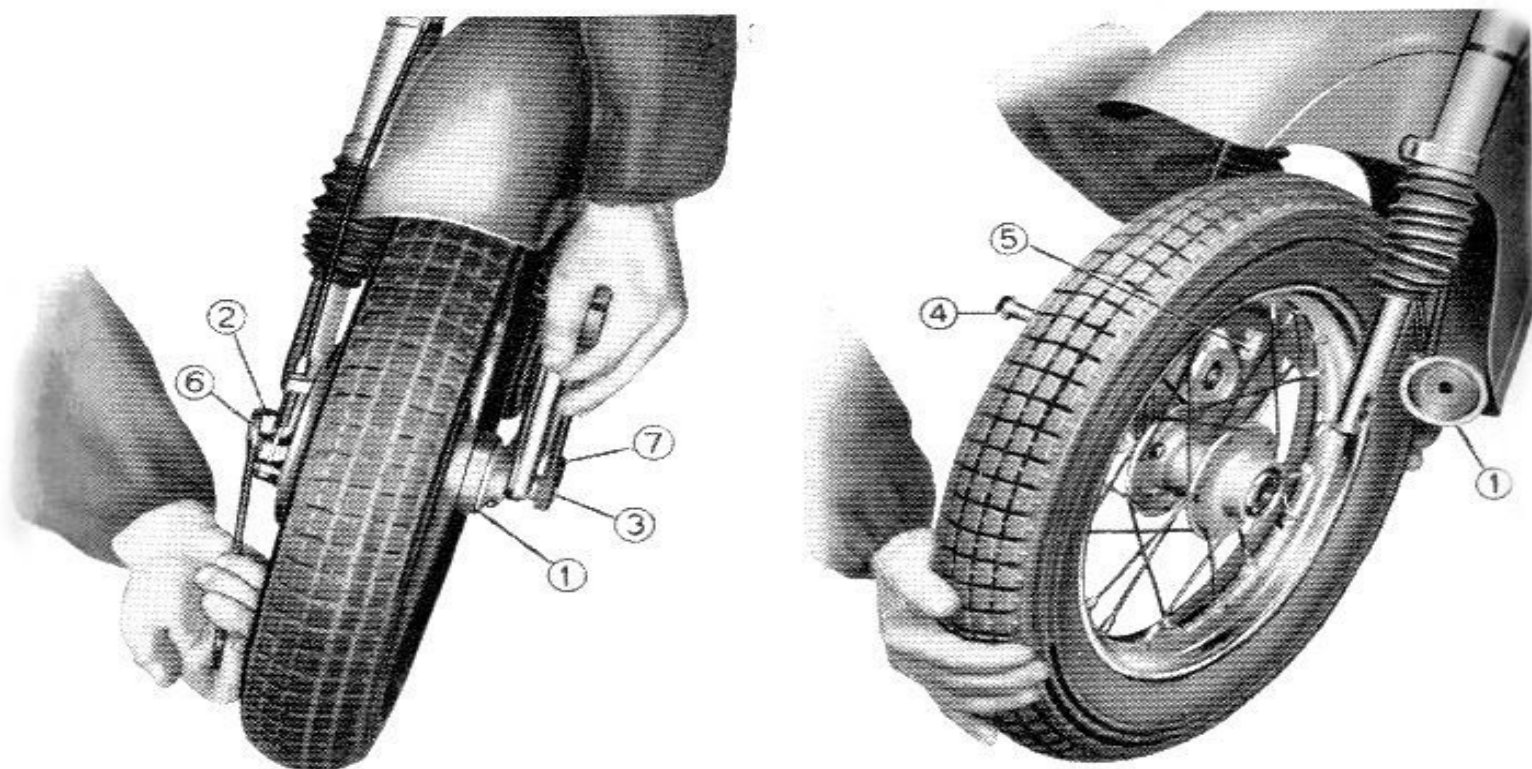

Fig. 19 - Smontaggio della ruota anteriore.
Le **ruote**, con mozzo di alluminio e montate su cuscinetti a sfere, sono intercambiabili. La loro sostituzione è molto semplice come illustrato nella fig. 19.
Il rinvio (1 fig. 19) del comando contachilometri, è montato a sinistra della ruota anteriore.
- svitare il dado (3 fig. 19) con normale chiave fissa del 19, servendosi contemporaneamente di una chiave fissa del 17 per fermare, dalla parte opposta, il perno.
- sfilare il perno (4) fino a lasciar cadere il rinvio contachilometri (1) (per la ruota anteriore) o il distanziatore (per la ruota posteriore);
- spostare verso sinistra la ruota in modo da disinnestare le tacche (5) di congiunzione col mozzo;